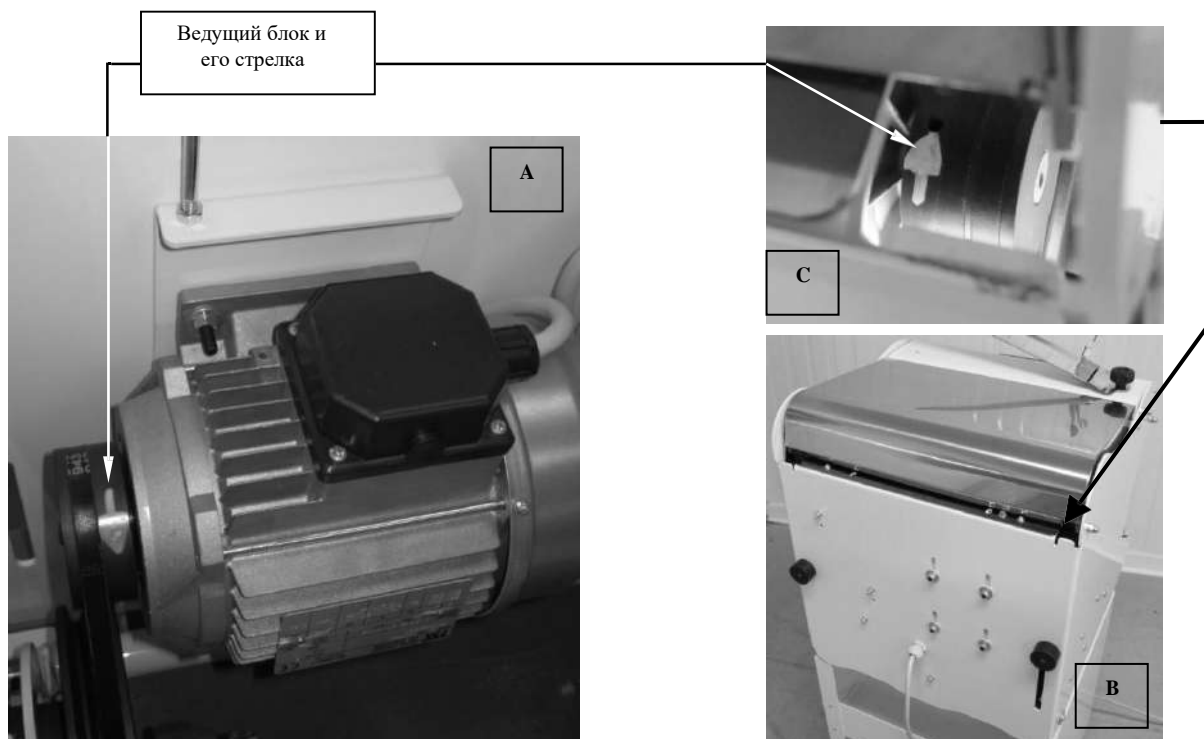

Рисунок 15 – Правильное направление вращения
- замена электродвигателя. В этом случае всегда убеждайтесь в том, что направление вращения является правильным, так как указано стрелкой на ведущем блоке. Блок также должен быть установлен на валу электродвигателя так, как это показано на рисунке 15 А. Если направление вращения неправильное, поменяйте местами позиции двух фаз внутри электрической вилки (эта операция должна выполняться только специализированными электриками). **Ни при каких обстоятельствах не следует заменять кабель заземления (желто-зеленый) на один из фазовых проводов.** Направление вращения можно проверить, когда машина собрана, наблюдая через отверстие в заднем левом углу, если смотреть на машину спереди (рисунок 15, В -С).